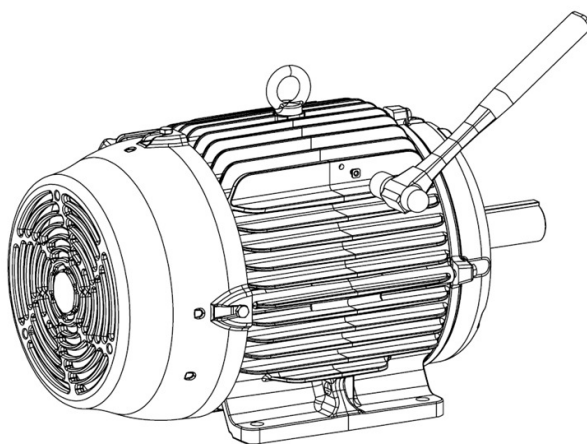

Figura 5.1: Detalhe da inserção da bucha recartilhada
3. Usando um martelo, insira a bucha recartilhada no furo até que a aba toque na aleta do motor, conforme a Figura 5.1. (Observação: se a bucha for inserida sem o auxílio do martelo significa que o furo ficou com diâmetro ligeiramente superior e nesse caso a fixação do sensor no motor estará comprometida. Portanto, é necessário realizar uma nova furação para a correta fixação da bucha).